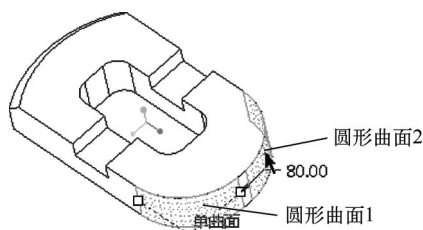

图 8-48 选择要编辑的倒圆角曲面
3) 在图形窗口中选择要编辑的圆形曲面 1，接着按住 $\langle \text{Ctrl} \rangle$ 键的同时选择圆形曲面 2，如图 8-48 所示。